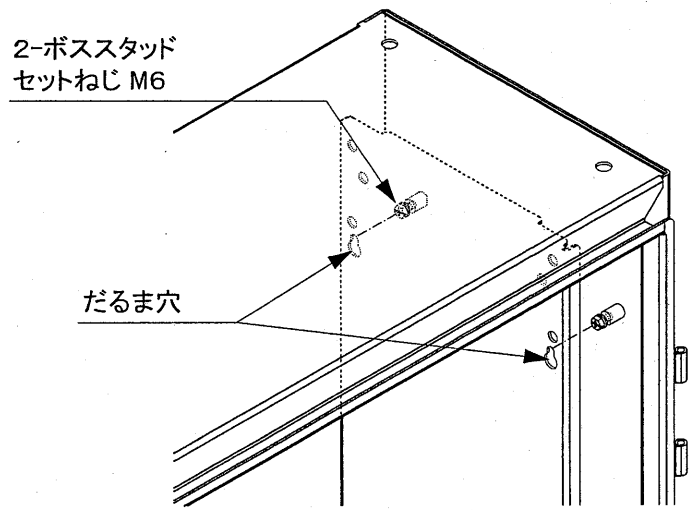

図3
(2) 上部2箇所のみ5mmほど隙間をあけてボススタッドセットねじM6を仮止めしてください。(図3)
(3) 自立鉄製基板のだるま穴を上側にして、上部2箇所のボススタッドに引っ掛けます。(図3)